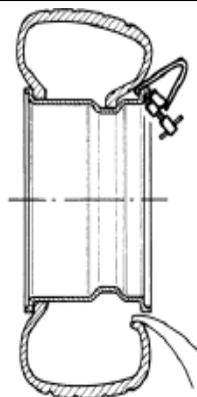

Рис.35
**4.** Вращайте зажимное устройство по часовой стрелке до тех пор пока шина не будет смонтирована полностью. Убедитесь что внешний борт зашёл в монтажный ручей когда зажим находится напротив инструмента монтажа (Рис.35).